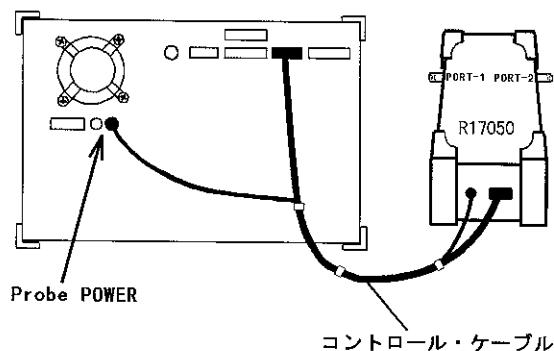

図 2-10 コントロール・ケーブルの接続
- ① 本器とネットワーク・アナライザをコントロール・ケーブルで接続します。ネットワーク・アナライザ側の Probe POWER コネクタは 2 つあります。どちらに接続しても構いません（図 2-10 参照）。